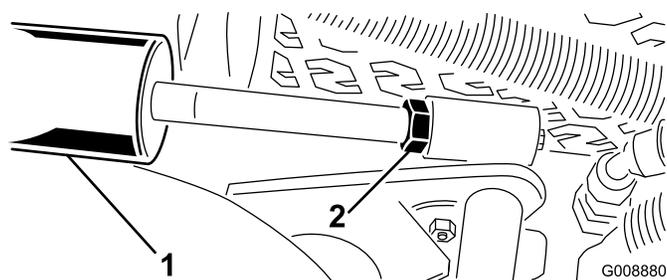

Figura 14
- A. Baixe as unidades de corte e solte a porca de bloqueio do cilindro (Figura 14).